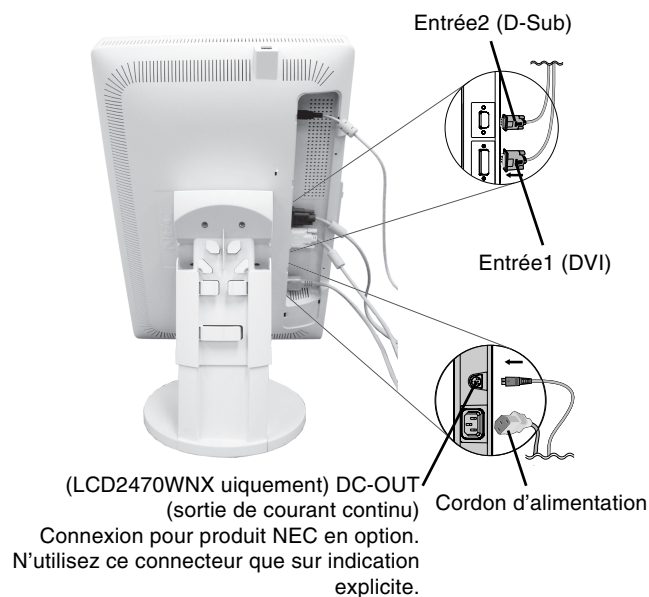
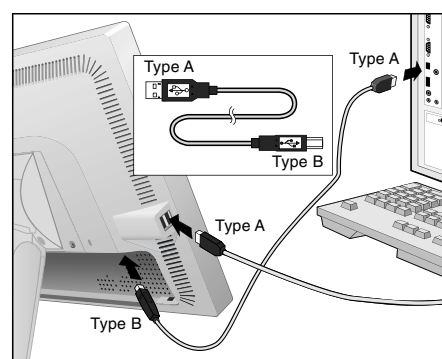

Figure C.4
Figure C.4a
6. Branchez tous les câbles aux prises appropriées (**Figure C.4**). A l'aide du câble USB, branchez la prise de type B au port montant USB situé sur le côté arrière droit du moniteur et la prise de type A au port descendant de l'ordinateur (**Figure C.4a**). Si vous utilisez le cordon de l'appareil USB, utilisez l'un des ports descendants sur le côté du moniteur (Câble USB : modèle WNX uniquement).